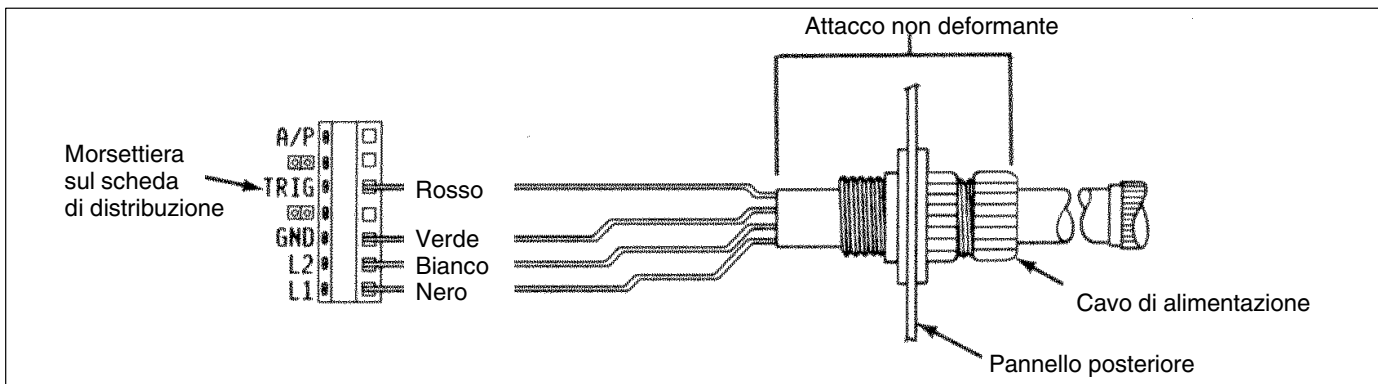

Fig. 3-3 *Cablaggio dei sistemi di alimentazione*
3. Tirare le estremità dei cavi di alimentazione forniti con i sistemi di alimentazione facendole passare attraverso gli attacchi non deformanti, e collegare i cavi alle morsettiere, come illustrato nella Fig. 3-3.